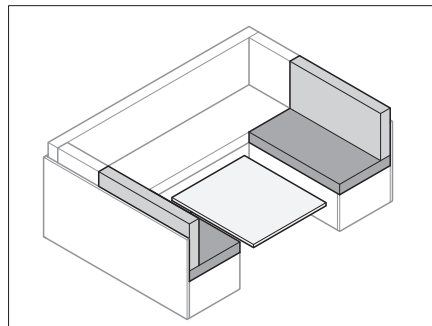

Fig. 70 Transformation de la table
- Transformer la table (Fig. 70) en sommier de lit (voir paragraphe 7.7).